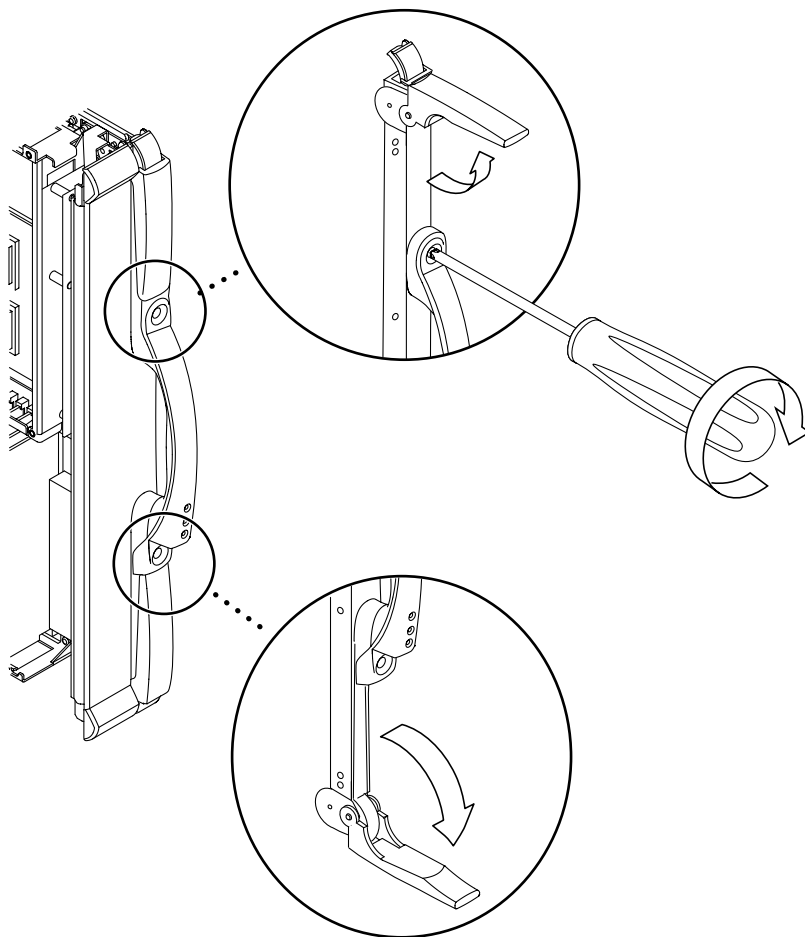

図 8-6 取り外しレバーのロック解除
4. プラスのねじ回し (Phillips の 2 番) を使用して、CPU/メモリーボードの取り外しレバーのロックを解除します (図 8-6)。
5. ボードに対して直角になるまで、取り外しレバーを手動で回転させます (図 8-6)。
2. CPU/メモリーボードの取り外しレバーが、開の位置にあることを確認します。開の位置とは、取り外しレバーがボードに対して直角にある状態です (図 8-6)。